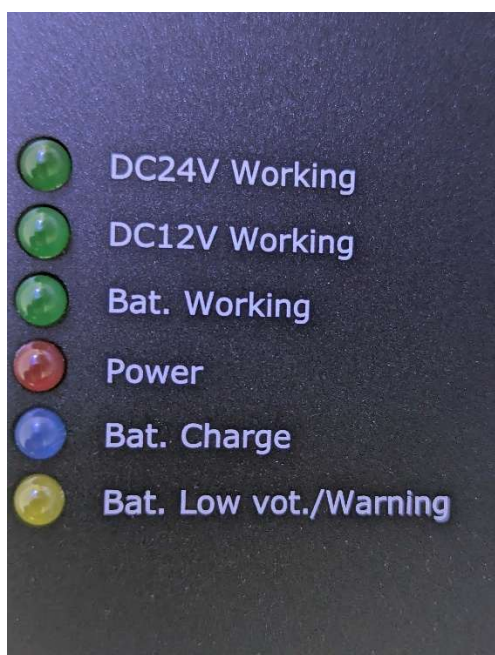

Рис. 3: Отображение
- Предупреждающий сигнал при заряде батареи менее 10 % (желтый светодиод, см. рис. 3, Bat. Low vot./Warning)